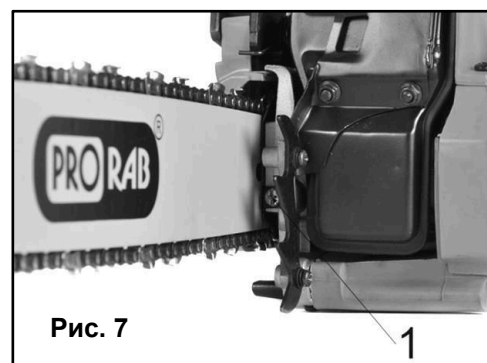

Рис. 7
- Чтобы увеличить натяжение цепи, возьмитесь за носок пильной шины и поверните регулировочный винт (1) ПО ЧАСОВОЙ СТРЕЛКЕ. Поворот винта ПРОТИВ ЧАСОВОЙ СТРЕЛКИ позволит Вам ослабить натяжение. Убедитесь, что цепь плотно прилегает к пильной шине (См. Рис. 7).